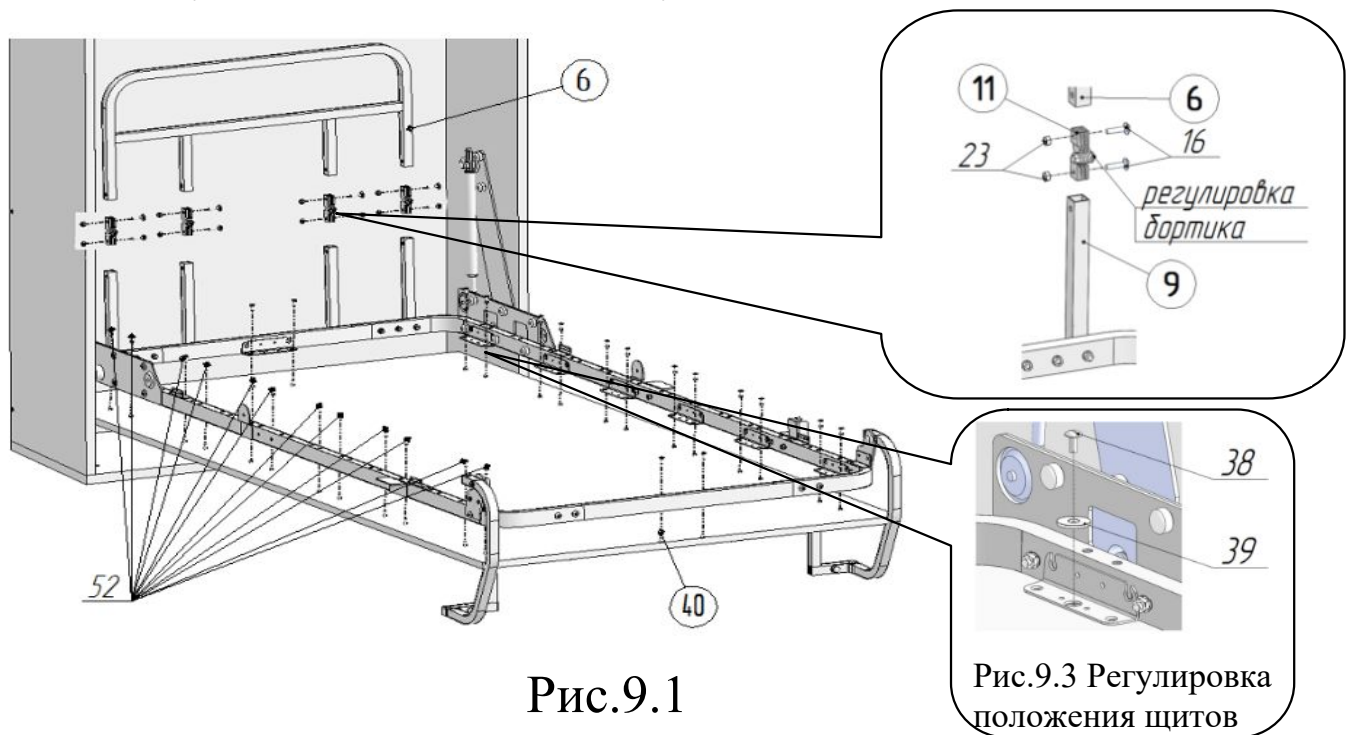

Рис.9.1
11. Установить шарниры поз. 11 в бортик поз.6 и стойки бортика поз.9 (рис.9.1 и 9.2). Закрепить, используя Винт М6х25 поз.16, гайку М6 со стопорным кольцом поз.23.
Окончательно закрепить декоративные щиты на раме, используя саморезы Ø4x16 поз.52 (рис.9.1).